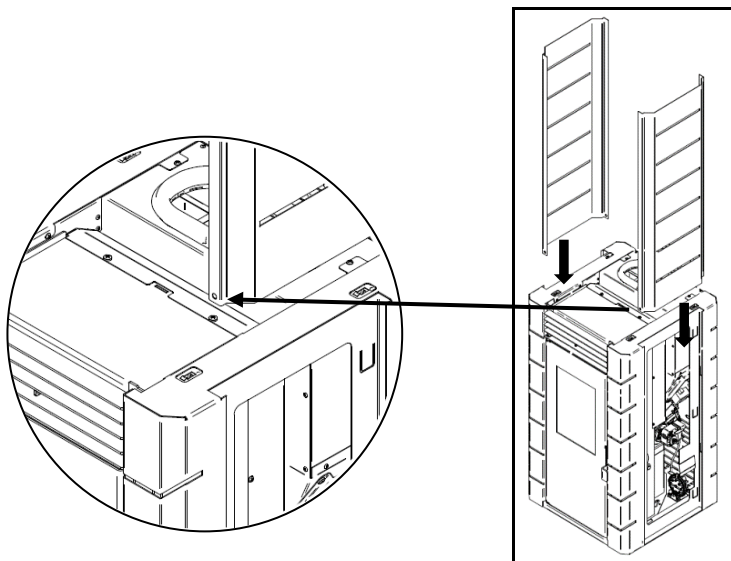

Figura 25 - Colocación capas laterales
g) Para los modelos Kili y Pico es necesario realizar un conjunto de tareas intermedia antes de colocar la tapa superior. Los modelos con laterales en chapa pintada y revestimiento en pvc resistente a la alta temperatura (imitación de madera o tejido), se debe encajar estas en el sentido hacia abajo en los rasgos que se encuentran en las laterales de la estructura de la máquina (Figura 25).